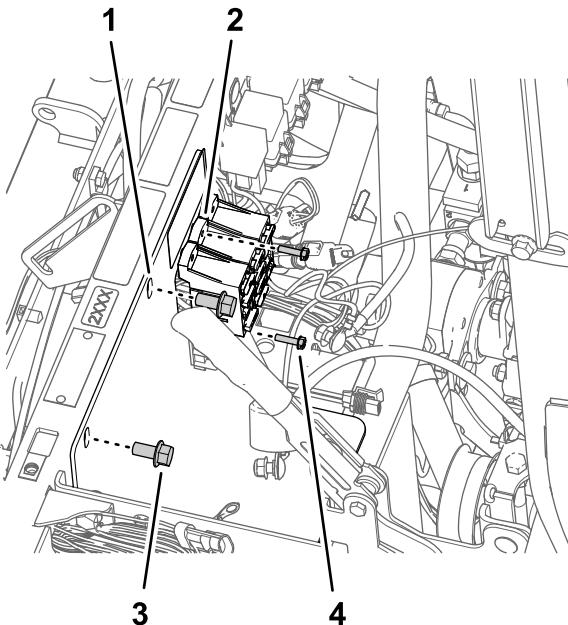

图172
3. 拆下将保险丝盒固定至电池支架的螺栓10-24 x $\frac{3}{4}$ 英寸和螺母10-24英寸 图172。
4. 卸下将电池支架固定至机器减震支撑管的2个凸缘头螺栓 $\frac{3}{8} \times \frac{3}{4}$ 英寸 图172。